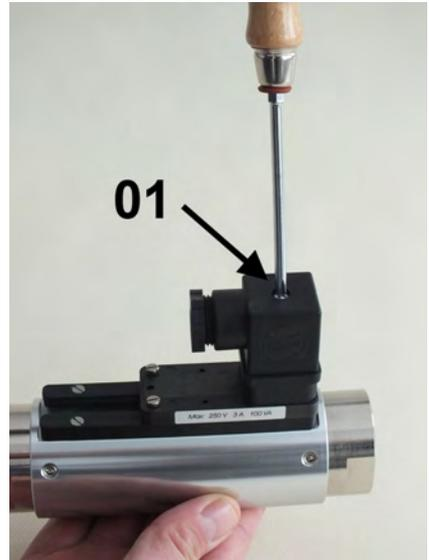

Abb. 52: Steckerdose lösen
1. ▶ Mit einem Schlitzschraubendreher die Befestigungsschraube (Abb. 52/01) der Steckerdose lösen